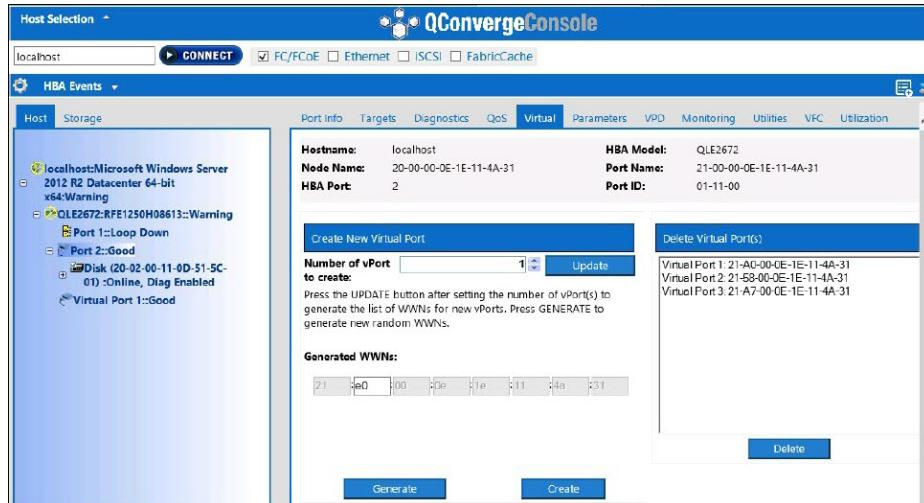

Figura 3-35. Criação de uma porta virtual
- A Figura 3-35 mostra como criar uma porta virtual da porta do adaptador na interface gráfica do QConvergeConsole.